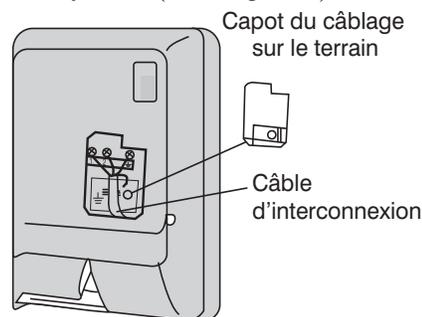

Fig. 16 – Capot du câblage sur le terrain
5. Ouvrez la face avant de l'appareil intérieur et retirez le capot du bloc de jonction (voir la figure 16).